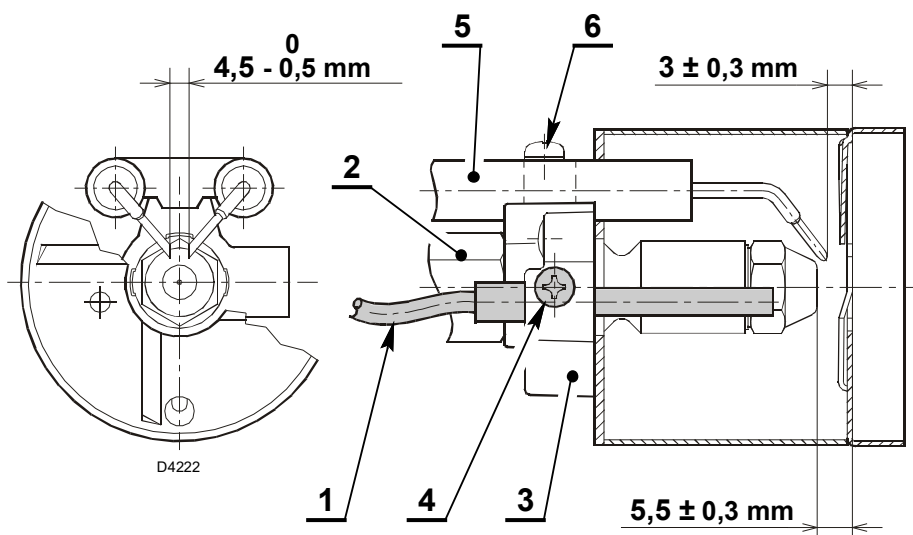

Abb. 12
Die Abstände in Abb. 12 müssen eingehalten werden.
den Stauscheibenhalter 3) (Abb. 12) auf den Düsenstock 2) (Abb. 12) legen und mit der Schraube 4) (Abb. 12) fixieren. Für eventuelle Einstellungen der Elektrodeneinheit 5) die Schraube 6) (Abb. 12) lockern.
- Die Glasfaser 1) (Abb. 12) bis zum Anschlag in die Stauscheibenhalterung 3) einsetzen.
- Die Schraube 4) (Abb. 12) vorsichtig festziehen, um die Glasfaser 1) (Abb. 12) zu fixieren.